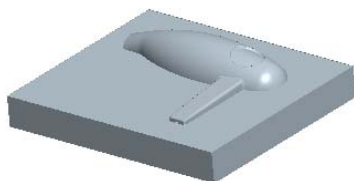

图 8.42 着色后的下半部分体积块
Step5. 此时，系统弹出“属性”对话框，同时模型的下半部分变亮，在该对话框中单击 **着色** 按钮，着色后的模型如图 8.42 所示；然后在对话框中输入名称 lower_vol，单击 **确定** 按钮。